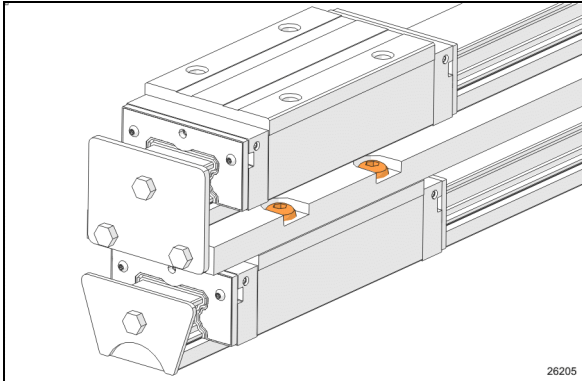

FIGURE 46: VIS DE MONTAGE DU CHARIOT DE PALIER
- 6 Retourner l'assemblage pour accéder aux vis de montage du palier et les enlever (Figure 46).